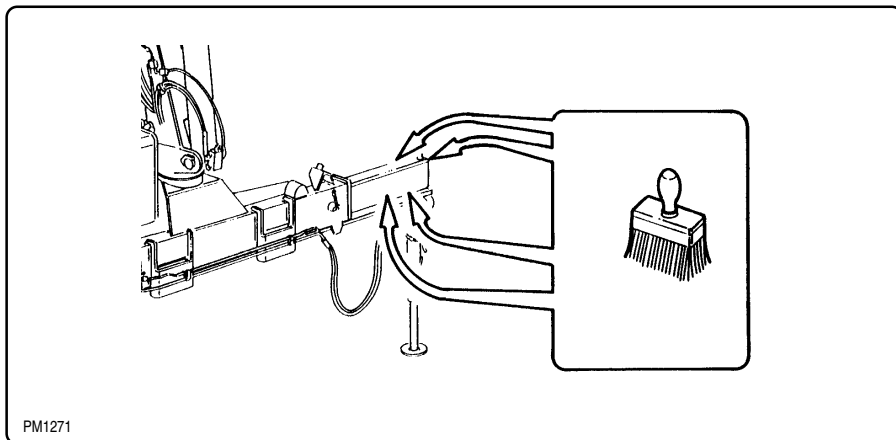

fig. 8.5.6
8.5.7 - Ingrassaggio bracci stabilizzatori (fig. 8.5.6)
8.5.7 - Greasing the outrigger booms (fig. 8.5.6)